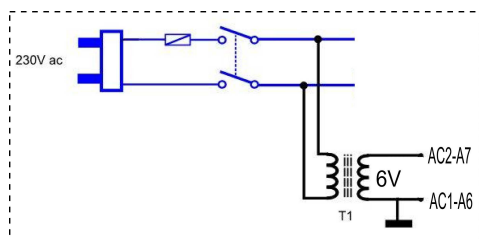

Figure 10
- Pour les postes non pourvus d'alimentation basse tension (chauffage des filaments en série, par exemple), l'alimentation du module sera réalisée avec un petit transformateur 6Vac, comme illustré sur le schéma de la figure 10.